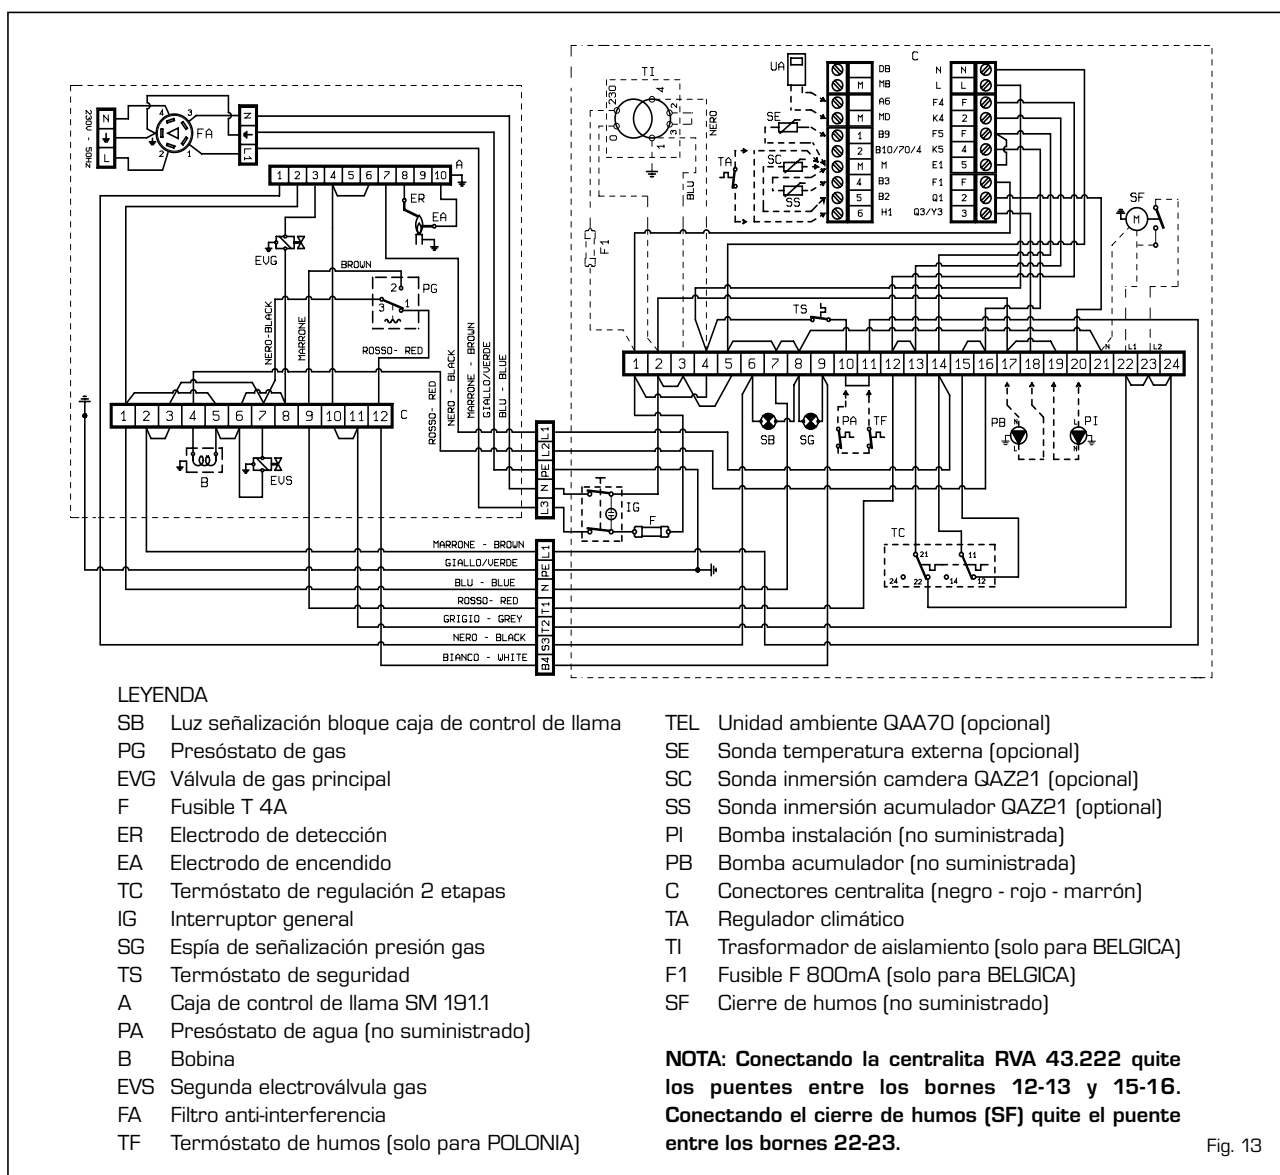
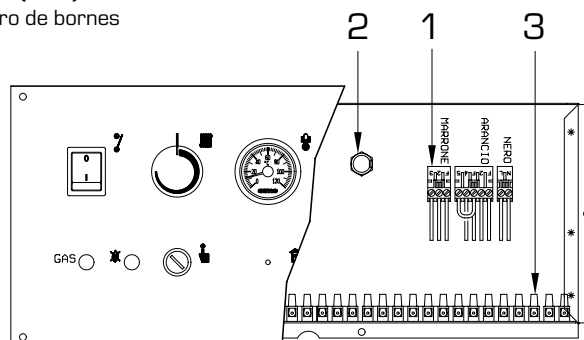

Fig. 13
Fig. 14/a
La alimentación eléctrica del cuadro debe llevarse a los terminales L y N respetando escrupulosamente las posición de fase y neutro como está previsto en el esquema. En caso contrario, el circuito de detección de llama permanece inactivo, por lo tanto el aparato se bloqueará. La alimentación debe efectuarse con una tensión monofásica de 230V-50Hz a través de un interruptor con distancia mínima entre los contactos de 3 mm (fig. 13).
Todas las funciones de la caldera pueden ser controladas desde la centralita opcional cod. 80963.03, suministrada con sonda de temperatura exterior (SE) y sonda de inmersión caldera (SC) [fig. 14]. La centralita prevé la conexión de una ulterior serie de conectores de baja tensión para la conexión de las sondas y de la unidad ambiente (los conectores se encuentran en una bolsa en el interior del cuadro de mandos). El bulbo de la sonda del acumulador (SS), opcional cod. 6277110, debe ser introducido en la vaina del acumulador y la sonda de la caldera (SC) en la vaina de la caldera. Para el montaje de la sonda de temperatura externa (SE) seguir las instrucciones que se encuentran en el mismo embalaje. Para efectuar la conexión eléctrica ver el esquema de la fig. 13.
En el circuito eléctrico está prevista una serie de conectores para la instalación de una centralita opcional, marcados por diversos colores: negro, rojo y marrón [fig. 14/a]. Los conectores son polarizados del modo que no sea posible invertir el orden. Para instalar la centralita es necesario conectar tales conectores y quitar del tablero de bornes los puentes 13-14 y 16-17 [fig. 13]. La centralita permite además la utilización de sondas y unidades ambiente en donde conectores, polarizados y coloreados, se encuentran en una bolsa en el interior del cuadro de mandos.